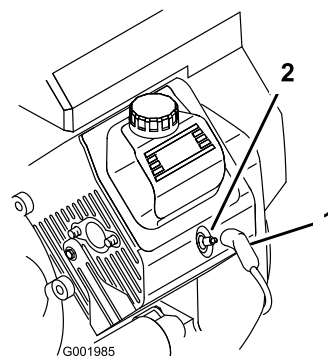

Figura 51
3. Puxe os cabos das velas (Figura 51).
3. Coloque os cabos nas velas de ignição (Figura 51).